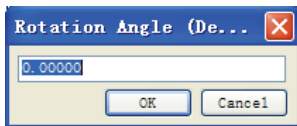

图 10-32 输入旋转角度对话框
(1) 选择图件；
(2) 执行菜单命令【Edit】→【Move】→【Rotate Selection】，弹出如图 10-32 所示的对话框。在该对话框中可以输入所要旋转的角度，然后单击 按钮，即可将所选择的图件按输入角度旋转。